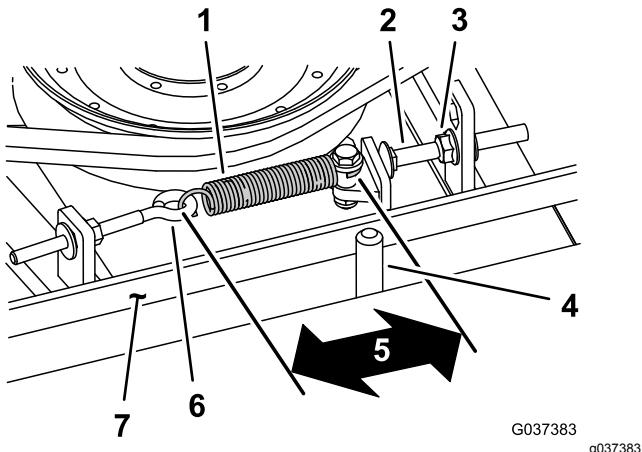

Bild 114
Bei richtiger Spannung sollte die Messung innen an der Verlängerungsfeder (Haken zu Haken) ungefähr  $8,3 \text{ cm} \pm 9,5 \text{ cm}$  betragen. Wenn die Federspannung richtig ist, stellen Sie die Anschlagschraube (Schlossschraube) ein, bis der Abstand zwischen dem Schraubenkopf und dem Spannarm ungefähr 2-5 mm beträgt (Bild 114).
**Hinweis:** Achten Sie darauf, dass der Riemen auf der Federseite der Riemenführung positioniert ist (Bild 114).
2. Lockern Sie den Augenbolzen (Bild 114).
3. Lösen Sie die Bundmutter, mit der die Anschlagschraube an der Befestigungsnase befestigt ist, und schieben Sie die Spannscheibe vom Riemen weg (Bild 114).
9. Setzen Sie die Verlängerungsfeder (Bild 114) wieder in den Augenbolzen ein und spannen Sie den Riemen wie folgt: